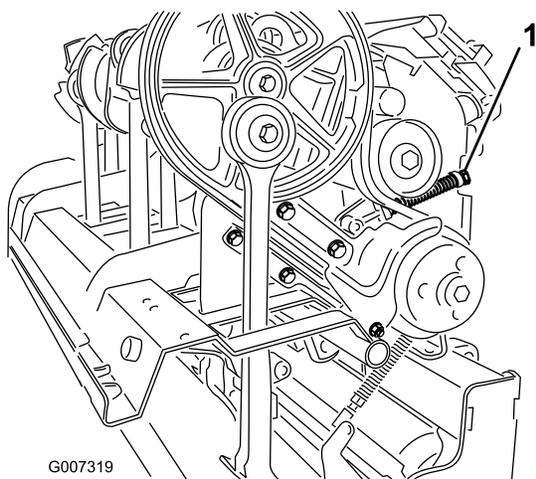

Bild 37
- Lösen Sie die Sicherungsmutter, mit der der Federhalter befestigt ist, und drehen Sie den Federhalter, um die Spanscheibenfeder zu entspannen (Bild 37).